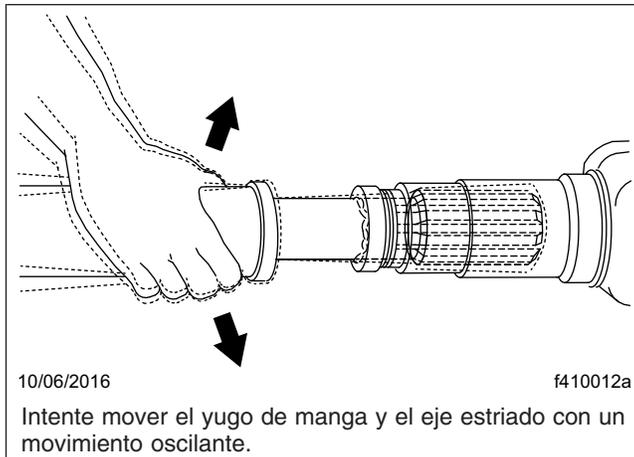

Figura 3, Revisión del desgaste de las estrías de la junta deslizable
6. Revise el desgaste de las estrías de las juntas deslizables; para ello, haga oscilar el yugo de manga y el eje estriado hacia detrás y hacia delante: vea la **Figura 3**. Si la junta deslizable puede moverse en el sentido de las manecillas del reloj o en el sentido contrario, más de 0.007 pulgadas (0.18 mm), reemplace el yugo de manga y el eje estriado.